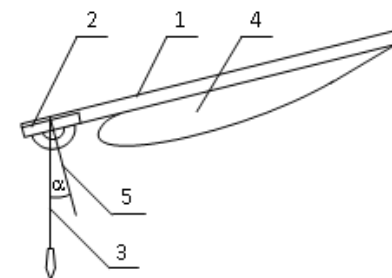

Рисунок 3
- выставить углы атаки лопастей при помощи угломера или приспособления, указанного на рис. 3. Для этого совместить рейку (1) с прикрепленными к ней транспортиром (2) и отвесом (3), с хордой профиля на внешней кромке лопасти (4), далее повернуть лопасть относительно ступицы до совпадения угла между отметкой 90° на транспортире (5) и отвесом (3) с выбранным значением угла атаки;
- после установки угла атаки затянуть болты (5), усилие затяжки 8кг·м.